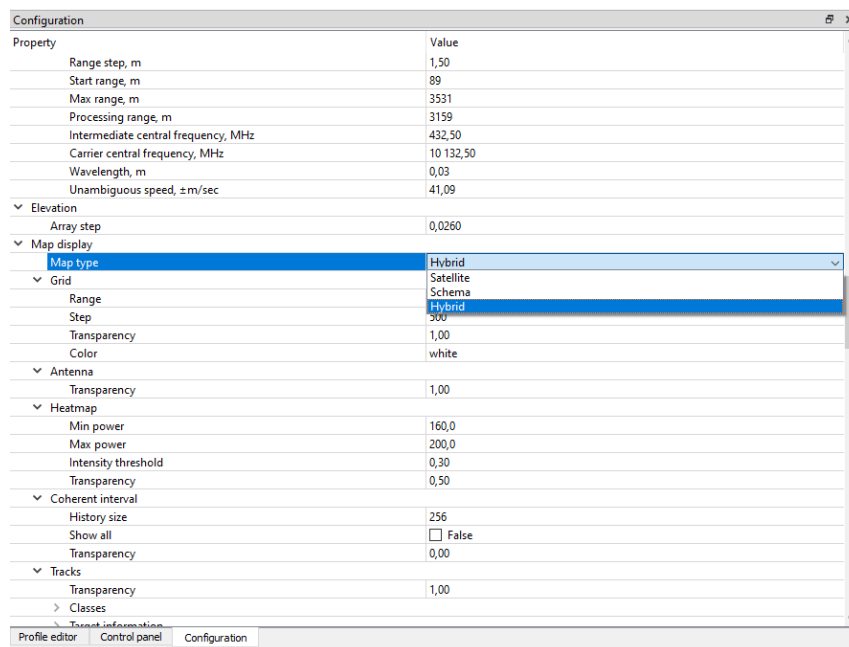

Рисунок 11 — Выбор вида карты в окне *Configuration*
2.3.2.2.3 Используя действия в окне карты (перемещение, увеличение / уменьшение), следует добиться корректного отображения всего предполагаемого объекта. Тип карты (*Satellite*, *Schema*, *Hybrid*, *Local*) выбирается в окне *Configuration* (*Map display / Map type*), рисунок 11.